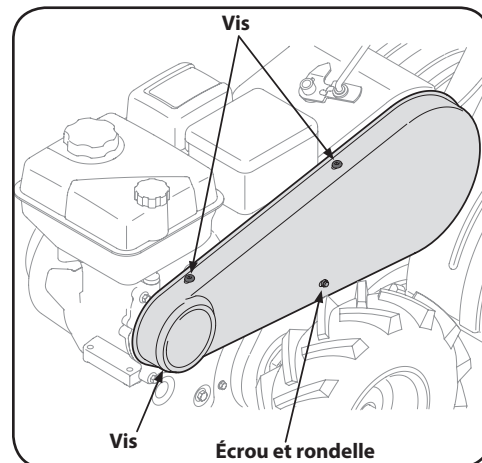

Figure 5-2
2. Enlevez les deux vis sur le couvercle de courroie, puis retirez le couvercle de courroie à partir du côté gauche de l'appareil. Voir Figure 5-2.